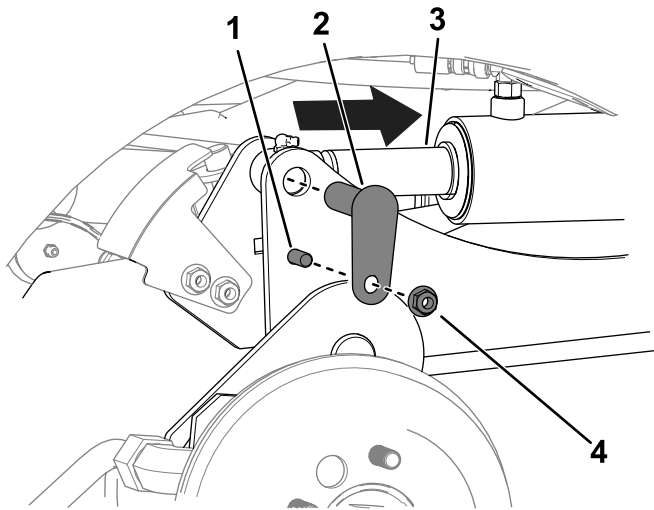

Figure 10
D. Avec 2 boulons ($\frac{3}{8}$ x $1\frac{1}{4}$ po), 2 écrous ($\frac{3}{8}$ po) et 2 petits axes, fixez les bras de levage aux vérins (Figure 10).